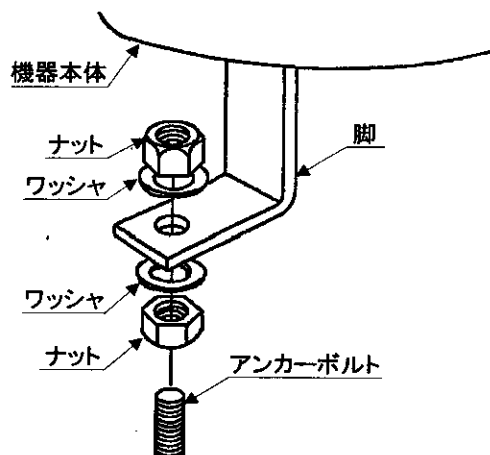

図 3.4 ダブルナット方式
- (1) 本製品には水準器が内蔵されていますので、据え付けの際にダブルナット方式（図 3.4 参照）によって水平になるように調整してください。
- (2) アンカーボルトや取付に用いるワッシャ・ナット類は、長期間使用しているとサビが生じますので、ステンレス材をお奨めします。メッキ材を使用する場合は、据え付けの際にグリースを塗るなどの防止対策をしてください。